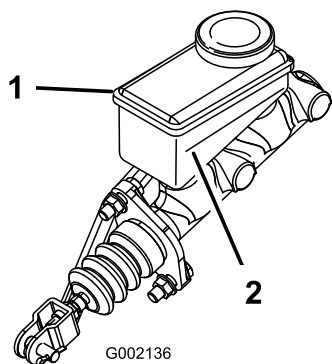

Рисунок 68
5. Проверьте уровень жидкости в боковой части бачка (Рисунок 68).
- B. Доливайте тормозную жидкость DOT 3 в бачок, пока ее уровень не будет выше отметки «Минимум» (Рисунок 68).